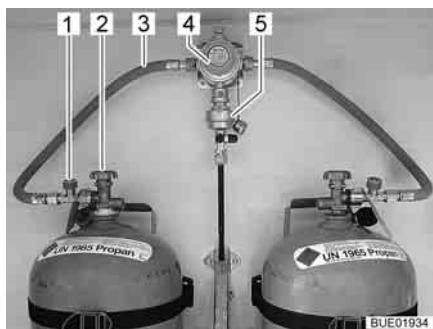
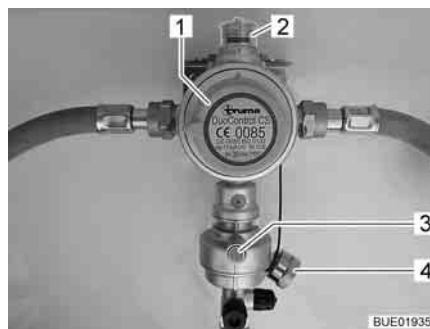

Fig. 96 Bombole del gas con DuoControl
Fig. 97 Impianto di regolazione DuoControl
L'impianto di regolazione DuoControl consiste in una valvola di commutazione (Fig. 96,4) e un sensore crash (Fig. 96,5). L'impianto di regolazione DuoControl è installato tra i tubi flessibili del gas (Fig. 96,3) con un dispositivo antirottura del tubo flessibile (Fig. 96,1). Con la manopola (Fig. 97,1) sulla valvola di commutazione è possibile stabilire quale delle bombole del gas viene utilizzata come bombola in uso e quale come bombola di riserva.
Nella finestra di controllo (Fig. 97,2) viene visualizzato lo stato del rifornimento di gas:
Il funzionamento con una sola bombola del gas è consentito, ma in questi casi il collegamento aperto deve essere assolutamente chiuso con una copertura cieca (Fig. 97,4).
Il sensore crash blocca l'alimentazione del gas in caso di forti vibrazioni (es. incidente). Il sensore crash viene azionato mediante pressione del tasto reset verde (Fig. 97,3).
Il dispositivo antirottura del tubo flessibile (Fig. 96,1) blocca il flusso di gas quando il tubo flessibile collegato si rompe. Il dispositivo antirottura del tubo flessibile deve essere attivato premendo il tasto verde.
Tramite la centralina di controllo (Fig. 98) è possibile attivare e disattivare l'alimentazione del gas tramite l'impianto di regolazione DuoControl. Le valvole principali di arresto (Fig. 96,2) delle bombole del gas e i rubinetti di arresto del gas degli apparecchi devono essere aperti manualmente.
- Con la manopola (Fig. 97,1) sulla valvola di commutazione selezionare la bombola del gas, da cui proviene la principale alimentazione del gas (bombola in uso). Girare la manopola fino all'arresto.
- Aprire le valvole principali di arresto (Fig. 96,2) delle bombole del gas.
- Premere il tasto verde del dispositivo antirottura del tubo flessibile (Fig. 96,1). Nella finestra di controllo (Fig. 97,2) viene visualizzato il simbolo verde.
- Chiudere le valvole principali di arresto (Fig. 96,2) delle bombole del gas.
Se la spia di controllo verde (Fig. 98,6) si spegne durante il funzionamento e la spia di controllo rossa (Fig. 98,5) si accende, significa che la bombola in uso è vuota e deve essere sostituita. Nella finestra di controllo (Fig. 97,2) viene visualizzato il simbolo rosso. La bombola di riserva continua ad alimentare le utenze a gas.
- Ruotare di mezzo giro la manopola (Fig. 97,1) in direzione della bombola del gas utilizzata. In questo modo questa bombola del gas ora è la bombola in uso, mentre la bombola del gas vuota diventa la bombola di riserva. Il simbolo nella finestra di controllo (Fig. 97,2) passa da rosso a verde.
- Chiudere la valvola principale di arresto (Fig. 96,2) della bombola del gas vuota. Osservare la direzione della freccia.
- Premere il tasto verde del dispositivo antirottura del tubo flessibile (Fig. 96,1).